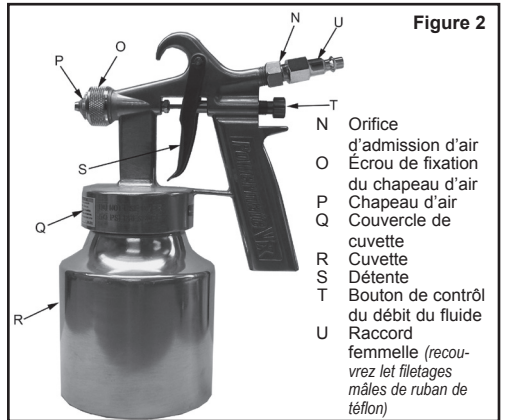

Figure 2
2. Installez un connecteur femelle 1/4 po NPT (inclus dans la trousse d'accessoires) sur l'orifice d'admission d'air de l'outil (voir Figure 2). Remarque : Utilisez un ruban en Téflon® sur tous les raccords filetés.
- Bouton de contrôle du débit du fluide (voir Figure 2) - tournez-le dans le sens horaire pour le fermer et dans le sens antihoraire pour l'ouvrir. Ce bouton contrôle la quantité de peinture qui se mélange à l'air. **REMARQUE** : si le bouton de contrôle de fluide est tourné jusqu'au bout, le pistolet dégageira seulement de l'air.